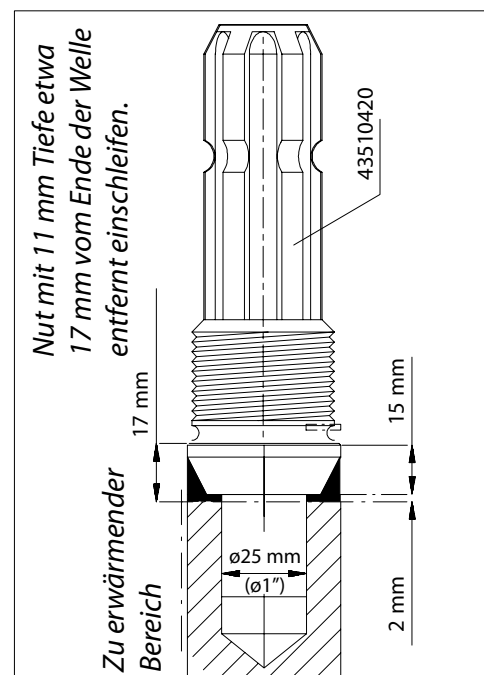

Bild 20. Austauschen der Keilwelle
4. Nut mit 11 mm Tiefe etwa 17 mm vom Ende der Welle entfernt einschleifen. Siehe Bild 20.
7. Wellenbohrung reinigen und neue Welle wie in Bild 20. gezeigt montieren.